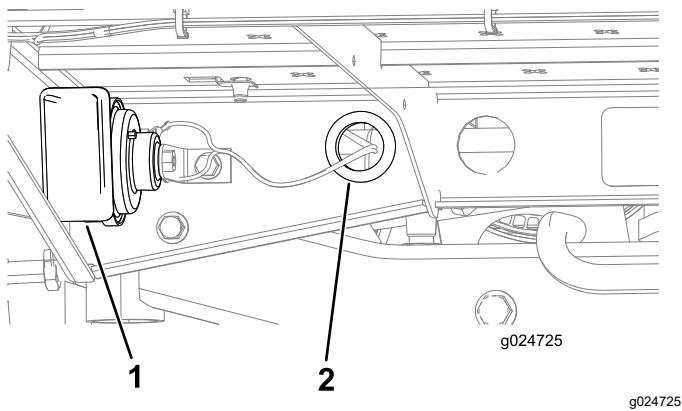

Figura 9
3. Enrute el arnés de cables a través del pasacables insertado en el orificio de la plataforma trasera y hasta el claxon (Figura 9).